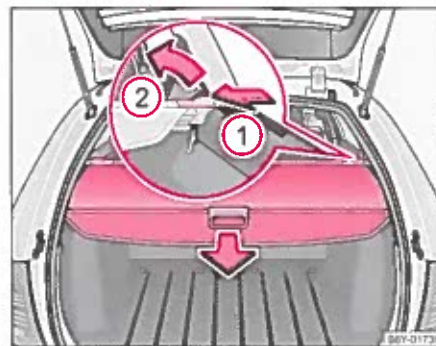

Fig. 60 Bagagerum: Bagagerumsafdækning
- Træk afdækningen i pilens retning ⇒ side 73, fig. 60.
- Til transport af pladskrævende bagage kan afdækningen afmonteres. Tryk skyderen sidelæns i pileretningen ① og tag afdækningen af i pileretningen ②.
Hvis hele bagagerummet ønskes benyttet, kan bagagerumsafdækningen afmonteres ⇒ side 73, fig. 60.